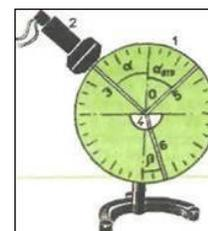

Рис. 5.
Возьмем оптическую шайбу (рис. 5), укрепим в центре О стеклянный полуцилиндр. Подключим ее осветитель к источнику света. Направим луч света (2) от источника света в центр оптической шайбы на плоское зеркало под углом 45° . Преломленный луч выйдет из оптической шайбы под углом 20° . При изменении угла падения будет изменяться и угол преломления